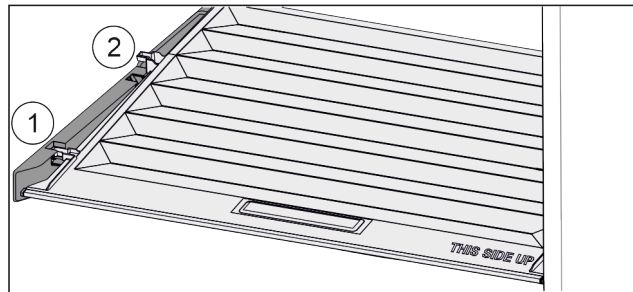

Fig. 25
- ▶ Pokrywę pociągnąć do przodu Fig. 25 (1), aż otworzy się w elementach trzymających.
- ▶ Podnieść tył od dołu i w wyjątek Fig. 25 (2) go do góry.